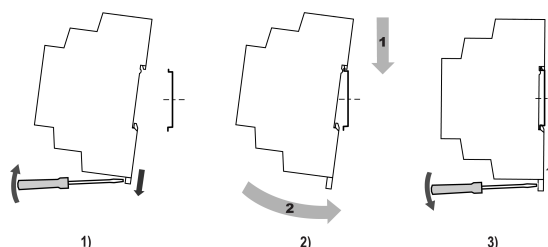

Рисунок 4.1 – Установлення пристрою
2. Встановити пристрій на DIN-рейку відповідно до рисунку у напрямку стрілки 1 (рисунок 4.1, 2);
3. Вставивши викрутку у вухко, відтягнути засувку рисунок 4.1, 1).
4. Притиснути пристрій до DIN-рейки в напрямку, показаному стрілкою 2. Зафіксувати засувку (див. рисунок 4.1, 3).
2. Виконати дії з рисунок 4.1 у зворотному порядку.